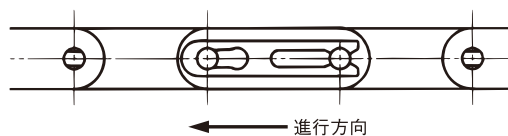

図16. クリップの取付方向
- 3) クリップの取付け方向は、一般にチェーンの進行方向に対して下図のようになります（図16）。